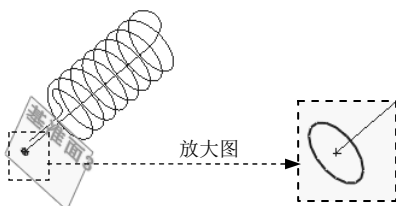
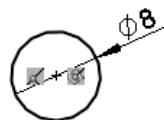

图 6.13.16 草图 7
图 6.13.17 绘制草图 7
Step10. 创建如图 6.13.16 所示的草图 7。选取基准面 3 为草图基准面, 绘制如图 6.13.17 所示的草图 7。